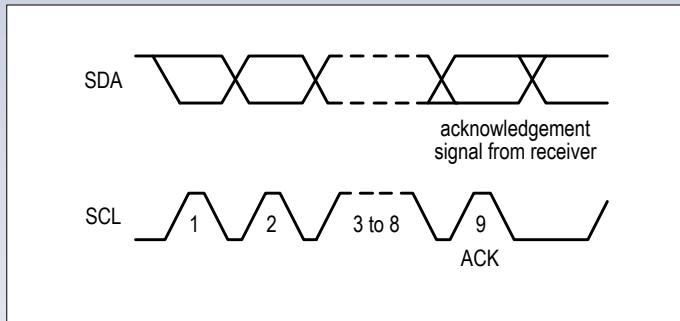

Figure 6. Le transfert des bits de données.
- Après l'envoi de l'adresse, le maître transmet à coups d'horloge SCL les données utiles, toujours sous forme d'octets avec le bit de poids fort MSB en tête (**figure 6**). Si le bit de L/E dans l'octet d'adresse était un 0, le maître attend que l'esclave mette au bon moment les bits de donnée sur SDA pour produire lui-même les impulsions en mesure sur SCL. En revanche, si ce fameux bit était un 1, c'est au tour du maître de passer les bits de donnée sur SDA et toujours de produire les coups d'horloge. Pour chaque octet, y compris ceux d'adresse avec l'indicateur de direction L/E, chaque destinataire doit envoyer un neuvième bit comme accusé de réception. Un niveau bas pour une bonne arrivée (ACK), un niveau haut pour un déni de réception (NACK). Un NACK ne signifie d'ailleurs pas que la transmission a raté ou que les données étaient fausses, mais seulement que c'est la fin de la transmission. Quand il s'agit de l'octet d'adresse, un NACK signale qu'aucun esclave n'a reconnu l'adresse ou que la combinaison de l'adresse et du bit de L/E n'était pas valide.